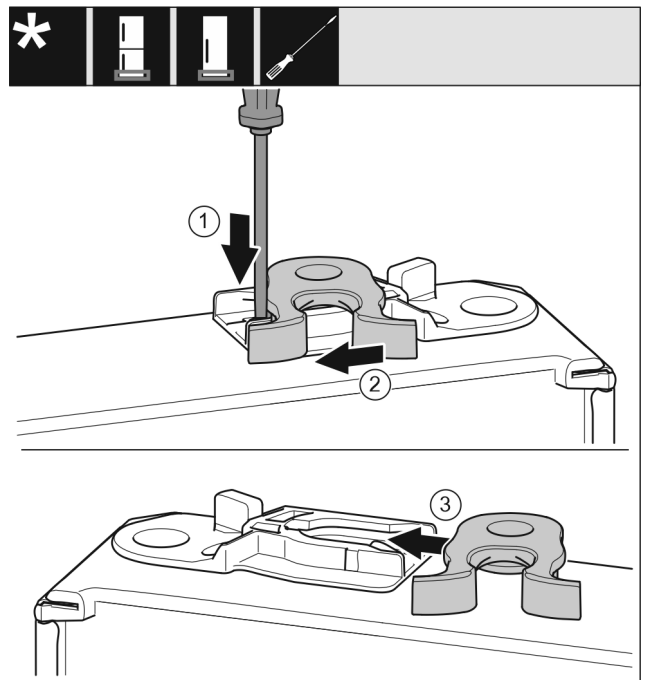

Fig. 17
- ▶ Presionar hacia abajo la lengüeta con el destornillador. *Fig. 17 (1)*
- ▶ Extraer el gancho de cierre de la guía. *Fig. 17 (2)*
- ▶ Introducir el gancho de cierre en el otro lado de la guía. *Fig. 17 (3)*